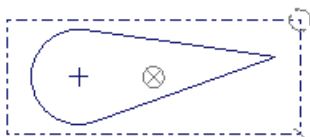

图 2.5.4 图元操作图
Step3. 选取要打开的文件（s2d0001.sec）并单击 **打开** 按钮，在绘图区单击一点以确定草图放置的位置，该二维草图便显示在图形区中（图 2.5.4），同时系统弹出“旋转调整大小”操控板。